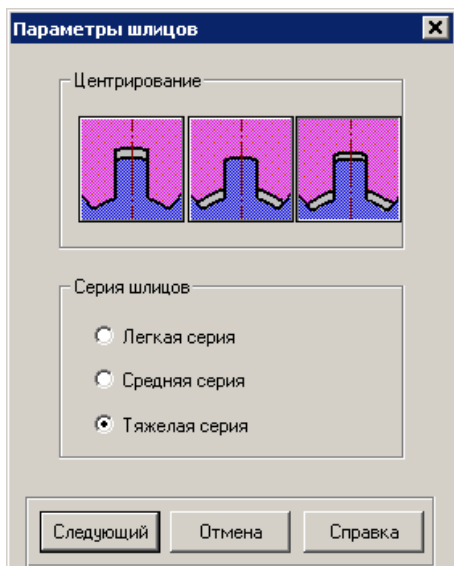

Рис. 3.18 Окно выбора типа шлицов.
- Выбор параметров шлицов (рис. 3.18), только для шлицевого соединения.